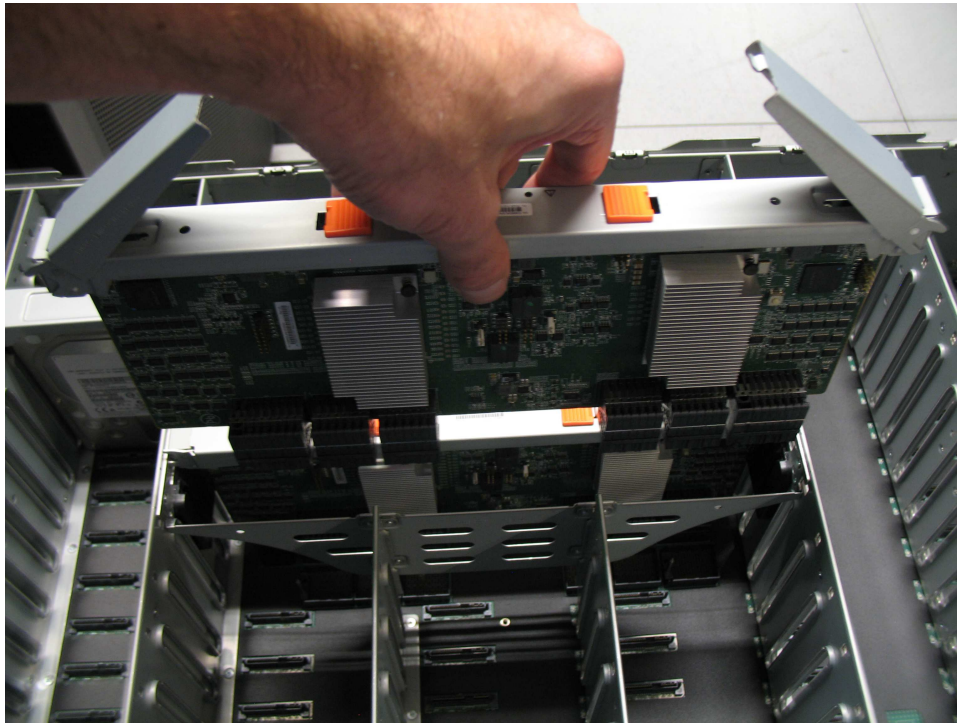

Figura 115. Remova o módulo do expensor secundário
4. Levante o módulo do expensor secundário cuidadosamente para fora do gabinete, conforme mostrado em Figura 115 na página 122.